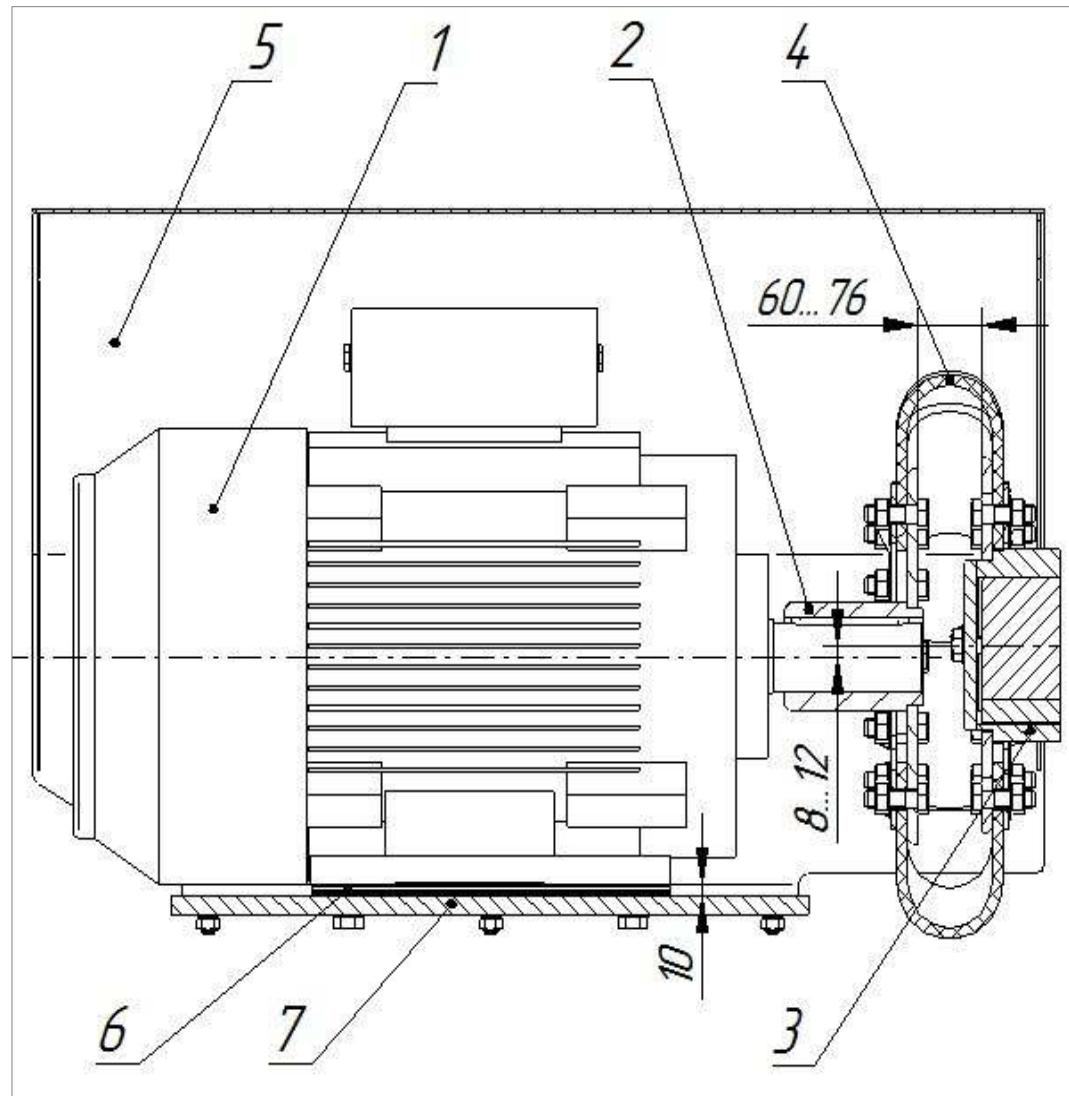

Рисунок 5. Установка электродвигателя
Привод состоит из электродвигателя 1, установленного на плате 2(рис.5). Соединение вала электродвигателя с валом вибратора через лепестковую муфту.
- на вал электродвигателя установить полумуфту, которая соединяется с полумуфтой виброузла при помощи резиновых поводков см. рисунок 5 ;